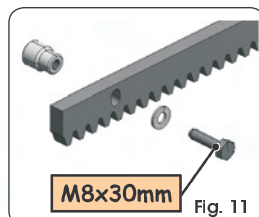
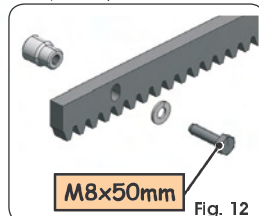
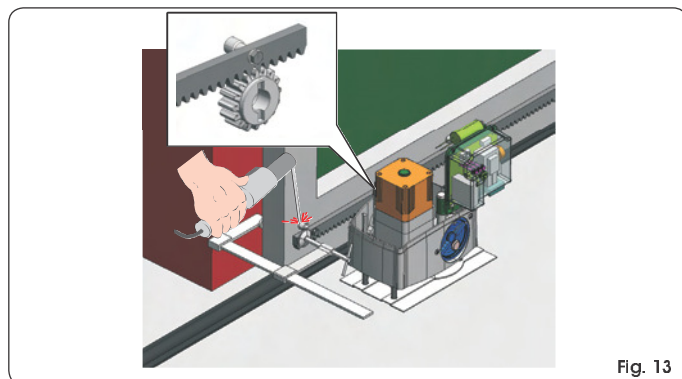
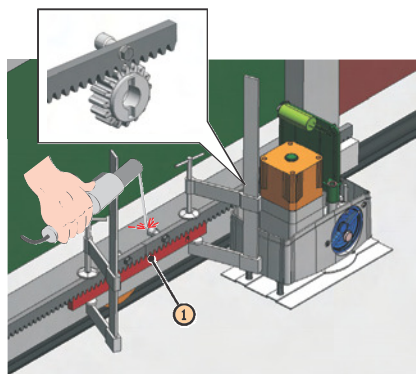

Fig. 11
Fig. 12
Fig. 13
Fig. 14
5.4.1. CREMAGLIERA DI ACCIAIO A SALDARE (Fig. 11)
- ① Montare i tre nottolini filettati sull'elemento della cremagliera posizionandoli nella parte superiore dell'asola. In tale modo il gioco sull'asola consentirà nel tempo le eventuali regolazioni.
- ② Portare manualmente l'anta in posizione di apertura.
- ③ Appoggiare sul pignone il primo pezzo di cremagliera a livello e saldare il nottolino filettato sul cancello come indicato in Fig. 13.
- ④ Muovere manualmente il cancello, verificando che la cremagliera sia in appoggio sul pignone e saldare il secondo e il terzo nottolino.
- ⑤ Accostare un altro elemento di cremagliera al precedente utilizzando, per mettere in fase la dentatura dei due elementi, un pezzo di cremagliera come indicato in Fig. 14 rif. ①.
- ⑥ Muovere manualmente il cancello e saldare i tre nottolini filettati proseguendo fino alla copertura completa del cancello.
5.4.2. CREMAGLIERA DI ACCIAIO AD AVVITARE (Fig. 12)
- ① Portare manualmente l'anta in posizione di apertura.
- ② Appoggiare sul pignone il primo pezzo di cremagliera posizionando il distanziale fra la cremagliera stessa ed il bordo del cancello. Controllare con una bolla d'orizzontalità della cremagliera e segnare con un pennarello il punto di foratura.
- ③ Forare con una punta Ø 6,5 mm e filettare con maschio da M8. Avvitare il bullone.
- ④ Muovere manualmente il cancello, verificando che la cremagliera sia in appoggio sul pignone e ripetere le operazioni al punto ③.
- ⑥ Muovere manualmente il cancello e procedere nelle operazioni di fissaggio come per il primo elemento, proseguendo fino alla copertura completa del cancello.